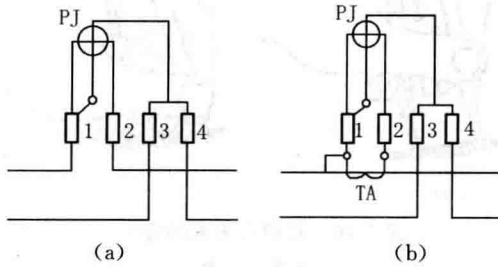

图 1-7 单相电能表的接线
单相电能表	<p>(1)单相电能表的接线,对低电压(380/220 V 及以下)小电流电路,可采用如图 1-7(a)所示的方法直接接入电路,即单相电能表的 4 个接线端钮,端钮 1 和 3 与电源连接,端钮 2 和 4 与负载连接。</p> <p>对低电压大电流电路,电能表的电流线圈应经过电流互感器接入,电压线圈直接并联在电路中,其接线方法如图 1-7(b)所示。</p> <p>(2)其使用注意事项介绍如下:</p> <p>①电能表总线必须采用铜芯塑料硬线,其最小截面积不得小于 <math>1.5 \text{ mm}^2</math>,中间不准有接头;</p> <p>②电能表总线宜采用明线敷设,长度不宜超过 10 m。若采用线管敷设时,线管也应明敷,进入电能表时,一般以“左进右出”为接线原则;</p> <p>③选择电能表时,要使电能表铭牌上的额定电压和额定电流值等于或略大于电路的电压和电流值;</p> <p>④不允许电能表安装在负载经常低于额定负荷的 10% 以下的电路中;</p> <p>⑤安装场所应干燥、避振,便于安装、试验和抄表;</p> <p>⑥电能表箱暗装时,底口距地面不低于 1.4 m,明装时不低于 1.8 m,特殊情况不低于 1.2 m,装于成套配电箱时不低于 0.7 m;</p> <p>⑦电能表应垂直安装,倾斜角度不大于 <math>1^\circ</math>,若角度偏大,将会加大计量误差;</p> <p>⑧接线时,相线应接电流线圈首端,零线应一进一出,相线、零线不得接反,否则会造成漏计量,且不安全;</p> <p>⑨开关、熔断器应接于负荷侧</p>